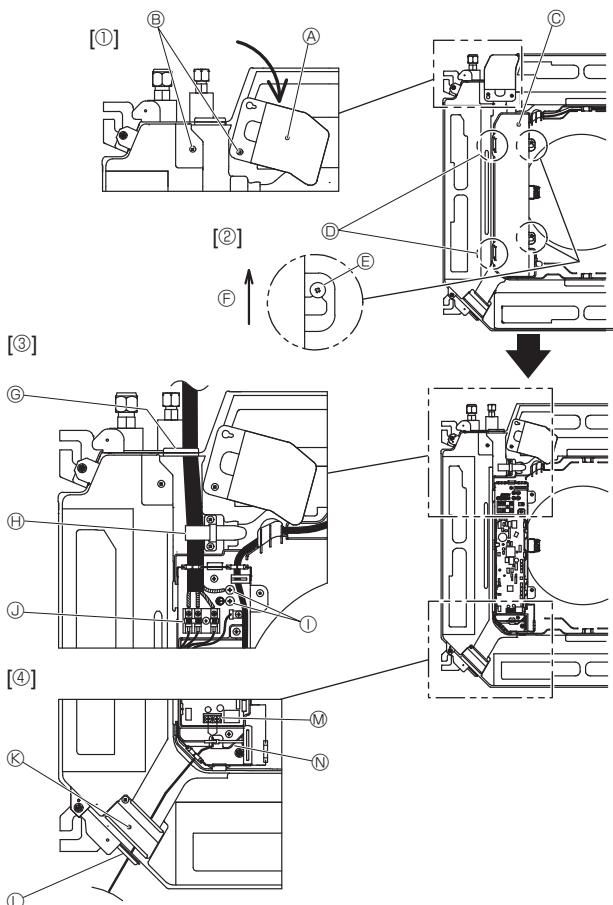
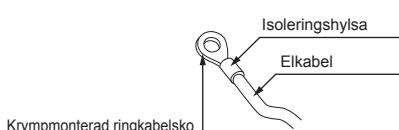
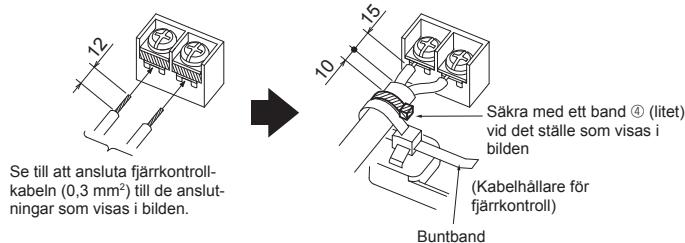

Fig. 6-1
Fig. 6-2
Fig. 6-3
6.1. Inomhusenhet (Fig. 6-1)
- Lossa de två skruvar som håller servicepanelen för elektriska ledningar och vrid den. [Fig. 6-1 ①]
- Lossa de två skruvar som håller eldosans lock och skjut av locket. [Fig. 6-1 ②]
- Dra strömförslingskabeln, anslutningskabeln mellan inomhus- och utomhusenheten och jordkabeln genom respektive kabelgenomföring enligt schemat. [Fig. 6-1 ③] Anslut den mäntlade delen av strömförslingskabeln och anslutningskabeln mellan inomhus- och utomhusenheten i elkomponentlädan. Använd krympmonterade ringkabelskor för plintkortet för anslutning mellan inomhus- och utomhusenhet samt för uttagssatsen för strömförsljning (tillval). [Fig. 6-2] Om det inte går att använda krympmonterade ringkabelskor, följ anvisningarna i Fig. 6-3 till 6-6.
- Dra fjärrkontrollens kabel genom ledningsöppningarna enligt schemat. [Fig. 6-1 ④, Fig. 6-3] Se 6.1.1. och 6.1.2. för anslutning.